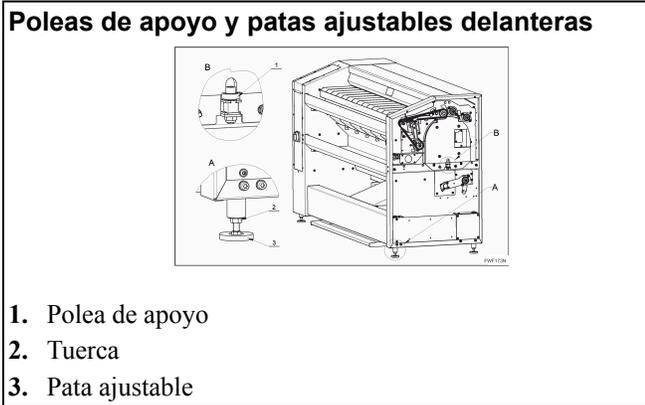

Figura 25
7. Observe ambas poleas del control axial (1) del cilindro de planchado girando lentamente la manivela; consulte la *Figura 25*.